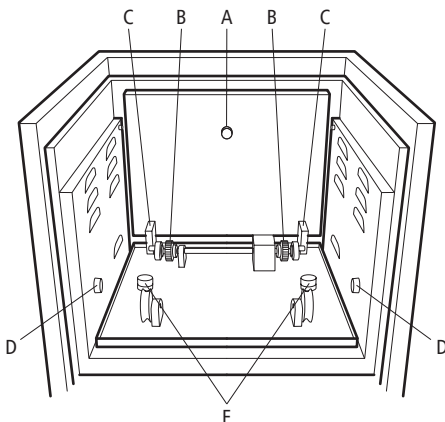

Figura 4: Componentes de transmisión de la incubadora INC-200D-H
- 5.4 Sitúe el soporte en una incubadora en el mecanismo de rotación, y asegúrese de que las bandas estriadas en cada lado del soporte se sitúan sobre los dientes de acero del mecanismo de rotación en la parte trasera de la incubadora (B en la figura 4). Los bordes de plástico del soporte se colocan en las pequeñas ruedas situadas en el suelo de la incubadora. Cierre la puerta de la incubadora.
- 6.2 Levante la plataforma por el asa (A en la figura 4) desde su posición de almacenamiento, deslicela hacia delante y colóquela en el mecanismo basculante situando los pasadores laterales de la plataforma en los retenes (D) situados en las paredes laterales de la cámara de la incubadora. Esta acción asienta los bloques de nylon (C) en la parte inferior de la plataforma sobre los pasadores (E) que sobresalen del mecanismo basculante en la parte posterior de la incubadora.